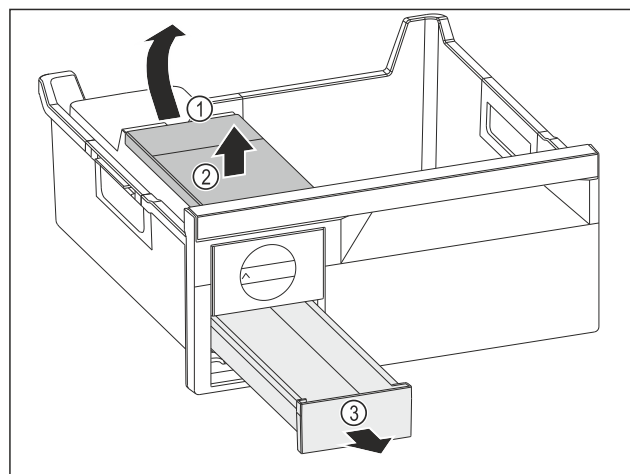

Fig. 104
- ▶ Вийняти бак для води: підняти бак для води за заглиблення Fig. 104 (1).
- ▶ Вийняти бак для води Fig. 104 (2) рухом вгору.
- ▶ Вийняти висувний ящик для кубиків льоду Fig. 104 (3) рухом вперед.